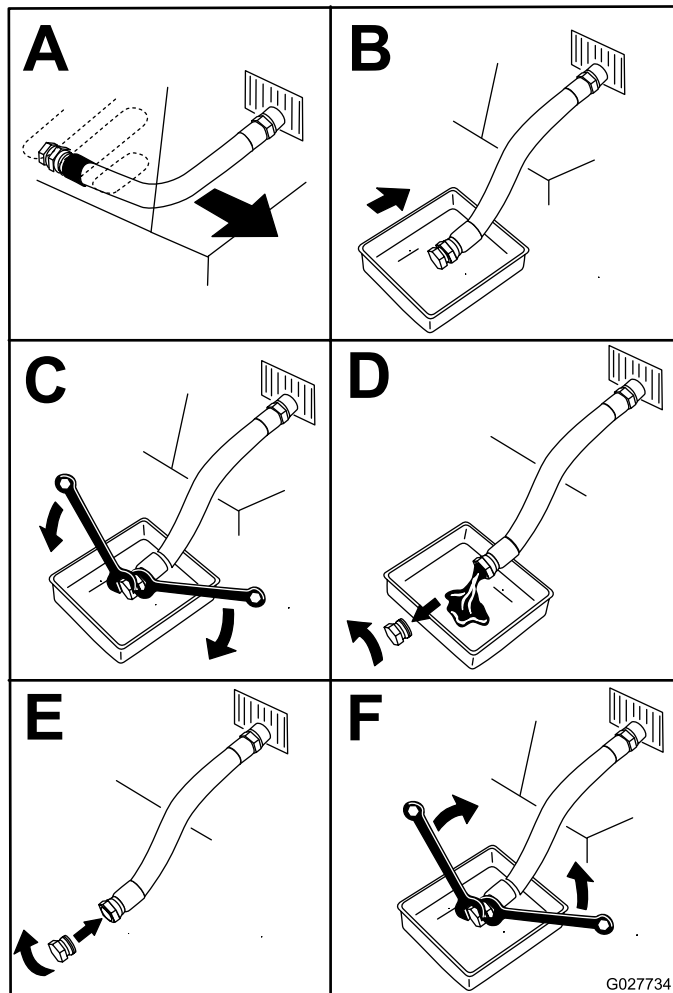

Figura 45
4. Cambie el aceite del motor, según se muestra en Figura 45.